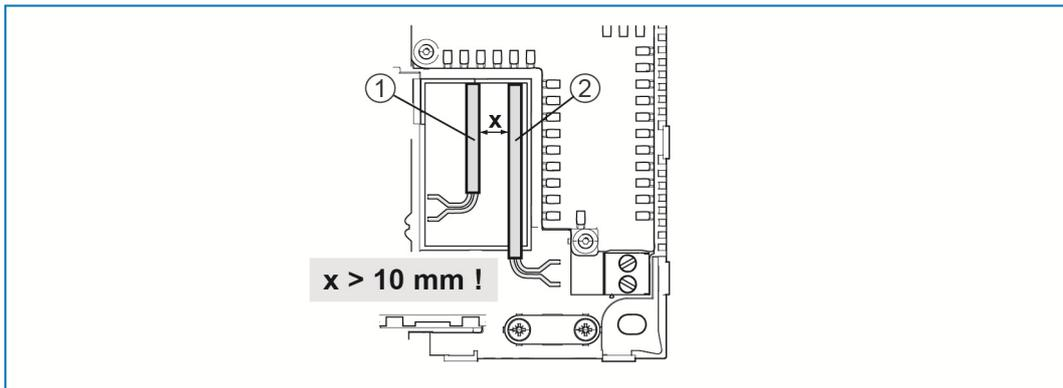

Fig. 4 : Circuits électriques TBTS
- » Lors du montage, veiller à une séparation physique (> 10 mm) des circuits électriques TBTS des autres circuits électriques (voir Fig. 4).